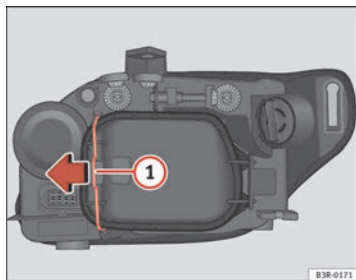

Abb. 194 Abblendlicht
Ein vorheriges Abnehmen des Deckels ⇒ **Seite 274, Abb. 194** ist zwar nicht notwendig, erleichtert aber den Ersatz des Blinklichts. ■
- Den Spanner ⇒ Abb. 194 ① in Pfeilrichtung bewegen und den Deckel abnehmen, indem zuerst die Seite des Spanners und danach die beiden Laschen des anderen Endes des Deckels abgenommen werden.